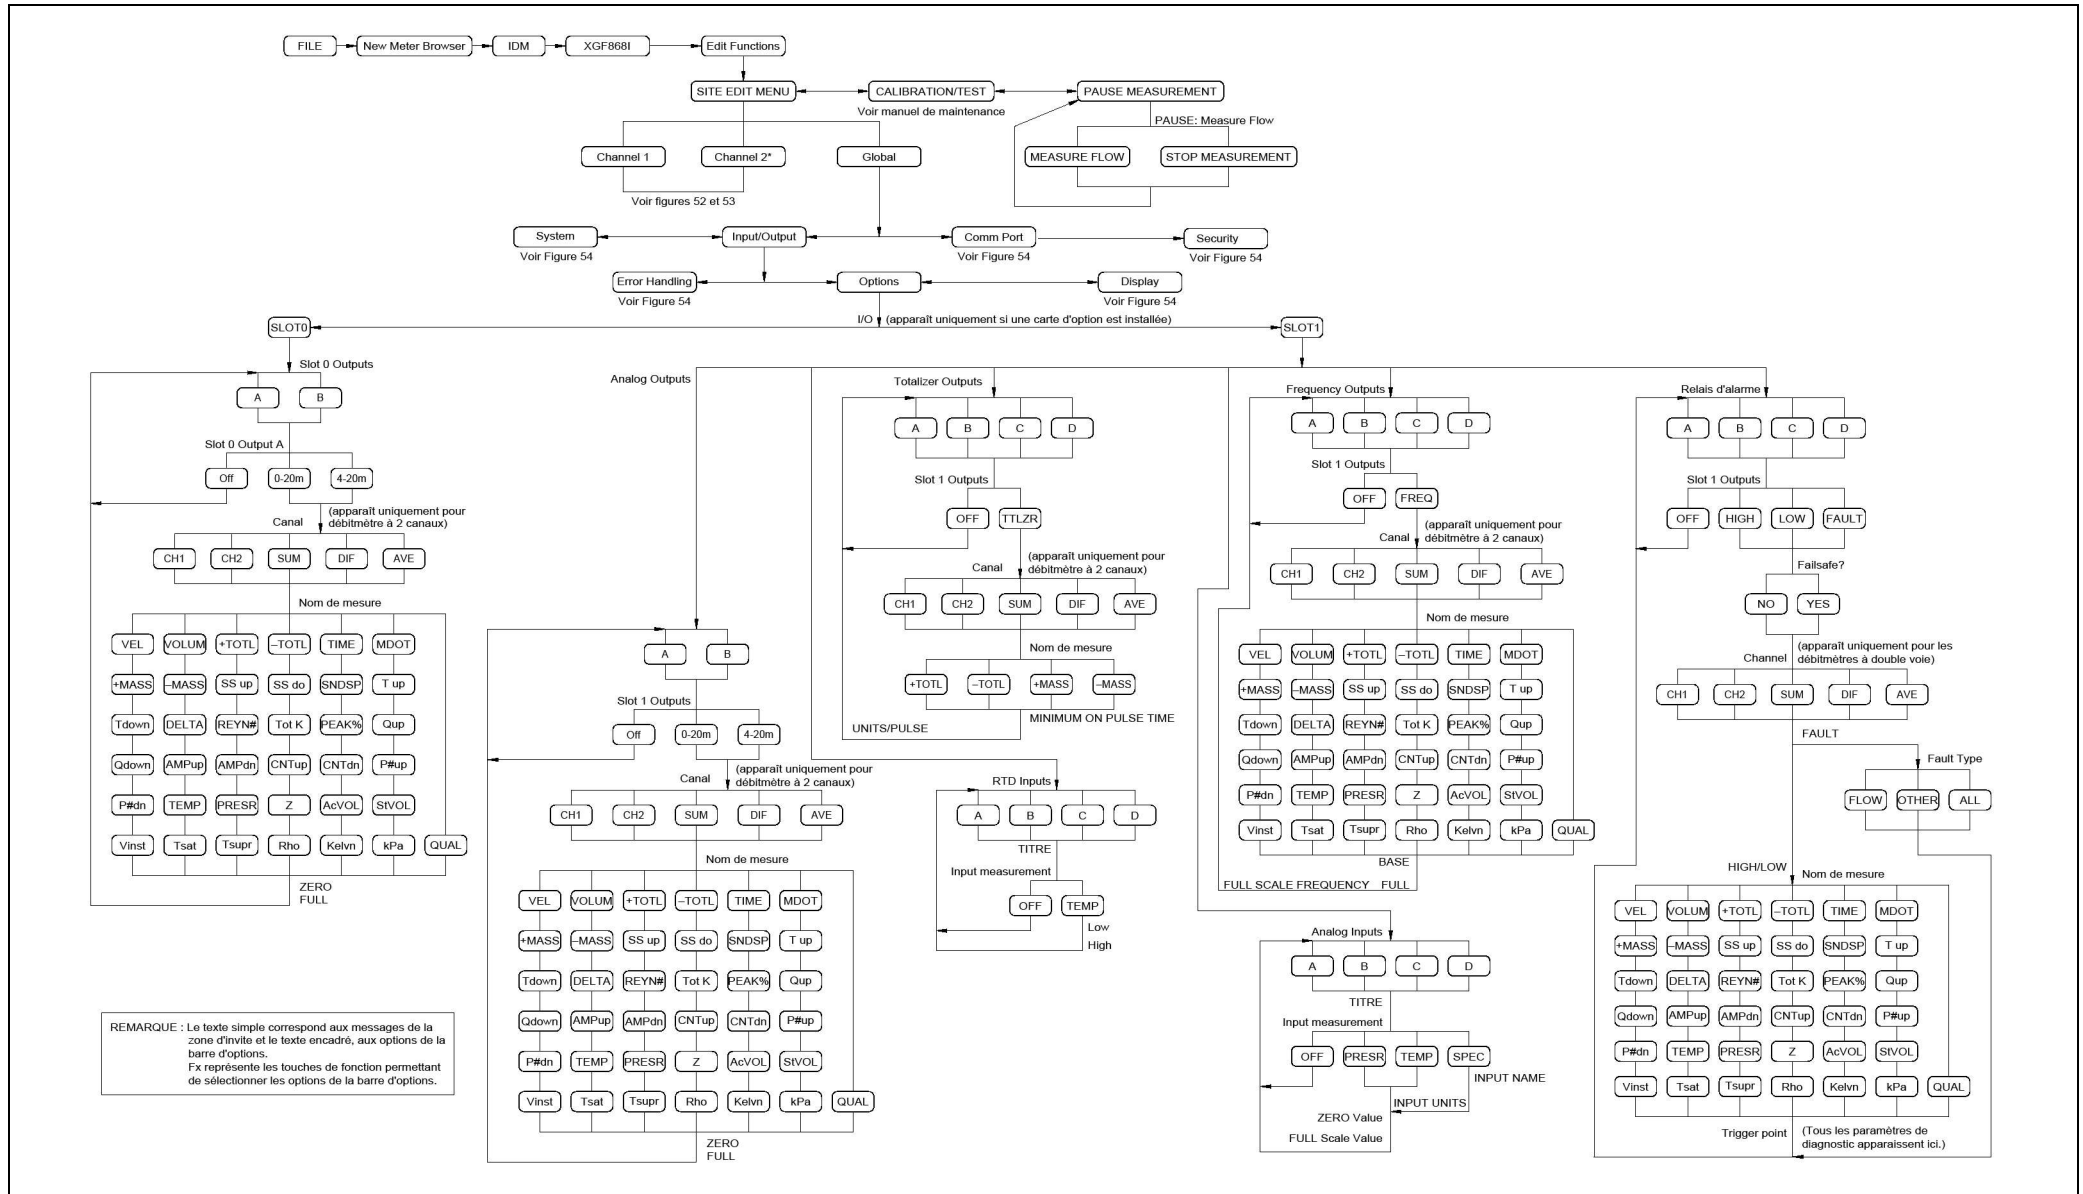

Figure 58: menu PROG > GLOBL > I/O > OPTIONS de PanaView
- Figure 58, « "menu PROG > GLOBL > I/O > OPTIONS de PanaView" », page 114